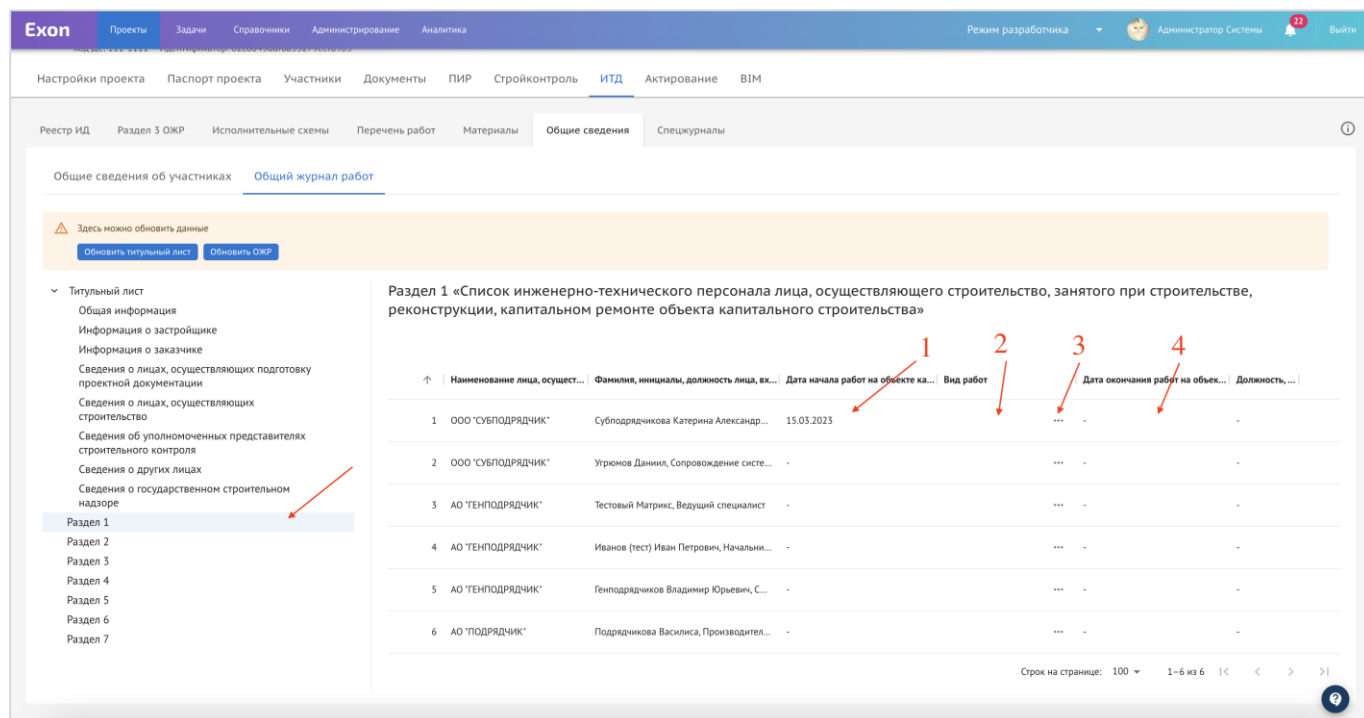
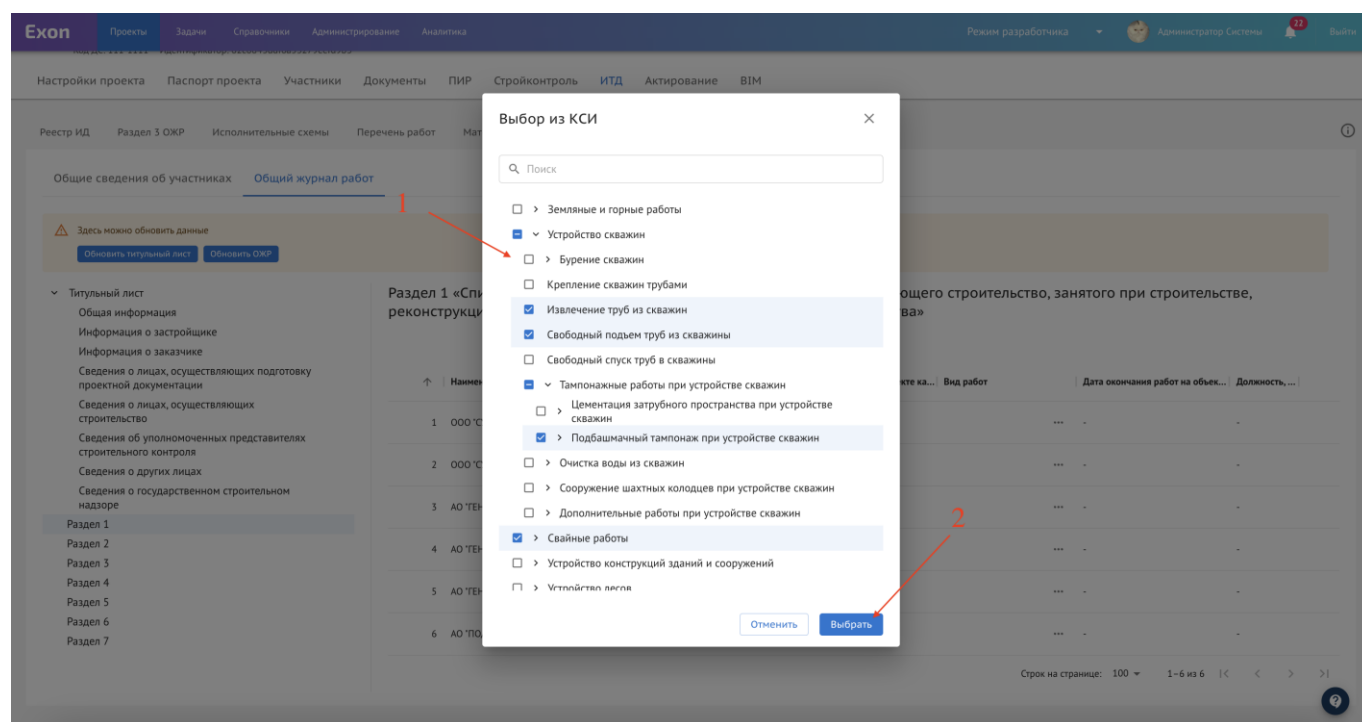

Рис. 17 – Заполнение Раздела 1 ОЖР
Рис. 18 – Выбор вида работ из КСИ
9. **Раздел 1 ОЖР.** В данный раздел попадают пользователи из организации генерального подрядчика, подрядчика и субподрядчика в том случае, если у них есть приказ. Вручную вносятся дата начала (1) и окончания работ (3) на объекте и вид работ (2), за который ответственен сотрудник, необходимо стать в соответствующее поле для ввода информации (рис. 17).
Вид работ можно внести как самостоятельно, так и воспользоваться Классификатором строительной информации (далее – КСИ) по нажатию на три точки (2) (рис. 18). Выбрав из выпадающего списка все необходимые виды работ (1) следует нажать на «Выбрать» (2) (рис. 17);